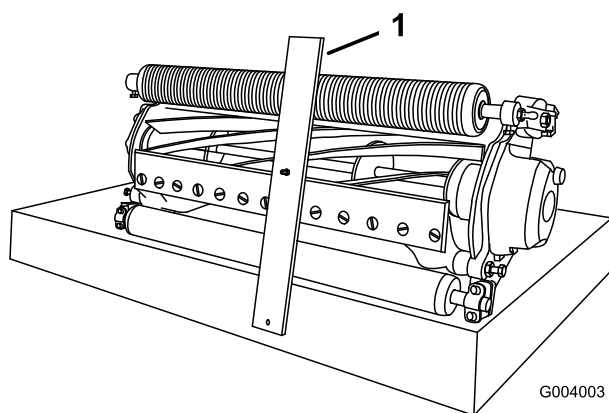

Bild 58
3. Haken Sie den Schraubenkopf an die Schnittkante des Untermessers ein, und stützen Sie das hintere Ende der Leiste auf der hinteren Rolle ab (Bild 58).